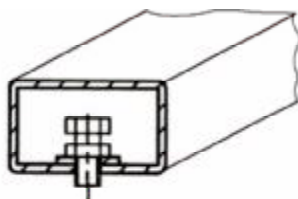

Рисунок 2.1
2.1.3.1 Установить станок на ровное жесткое основание, допустимое отклонение основания от горизонтали –  $0.5^\circ$  (8 мм на 1 метр), так, чтобы все опоры станка касались основания. Это обеспечивается при помощи 2-х регулируемых опор (рис.2.1)